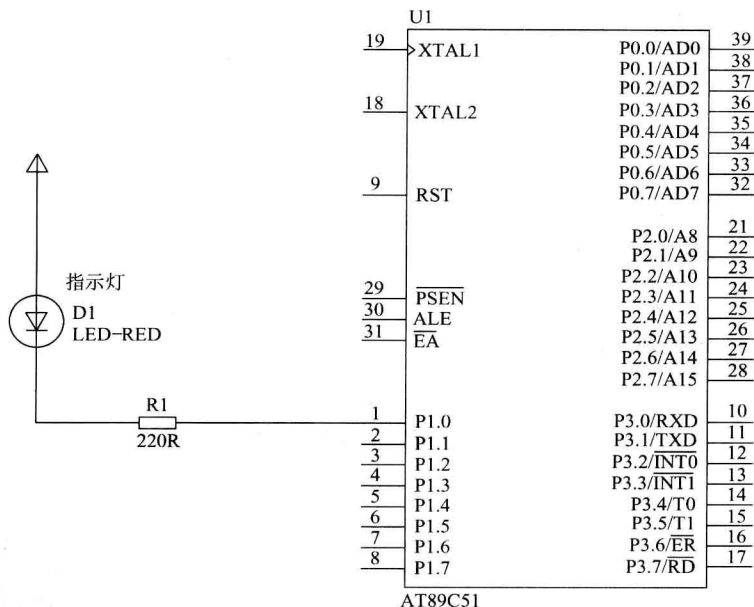
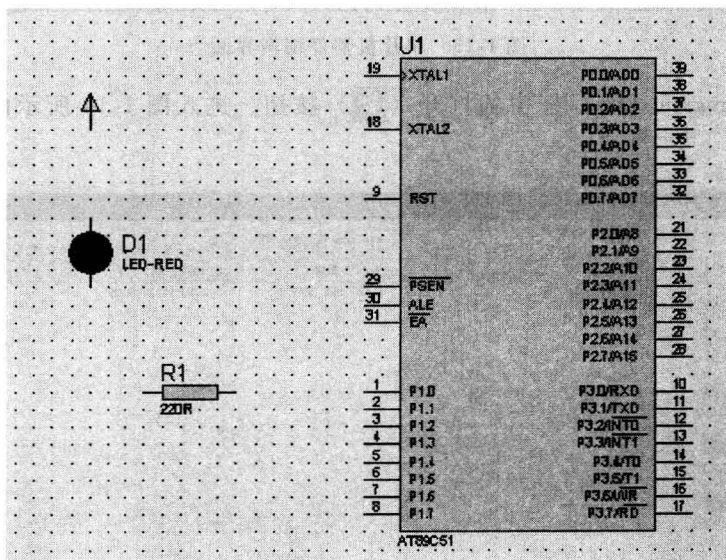

图 1-7 简单的仿真电路图
图 1-11 元器件编辑窗口
在 PROTUES 下设计图 1-7 所示的简单仿真电路图。
4) 按图 1-7 所示电路图连线。单击工具栏中的  按钮, 这时设计处于连接线状态, 选中“对象选择器”窗口中的元器件, 在编辑窗口中单击一下, 将元器件放入图形编辑窗口, 并调整好各元器件的位置, 如图 1-11 所示。选中元器件, 然后用工具栏中的  或  按钮可调整元器件的方向。元器件位置调整后, 在元器件的一个引脚上单击, 这时出现一个小方框, 单击并拖住不放, 移到另一个元器件的一个引脚上, 当出现一个小方框时, 单击鼠标即可将两个元器件连接起来。